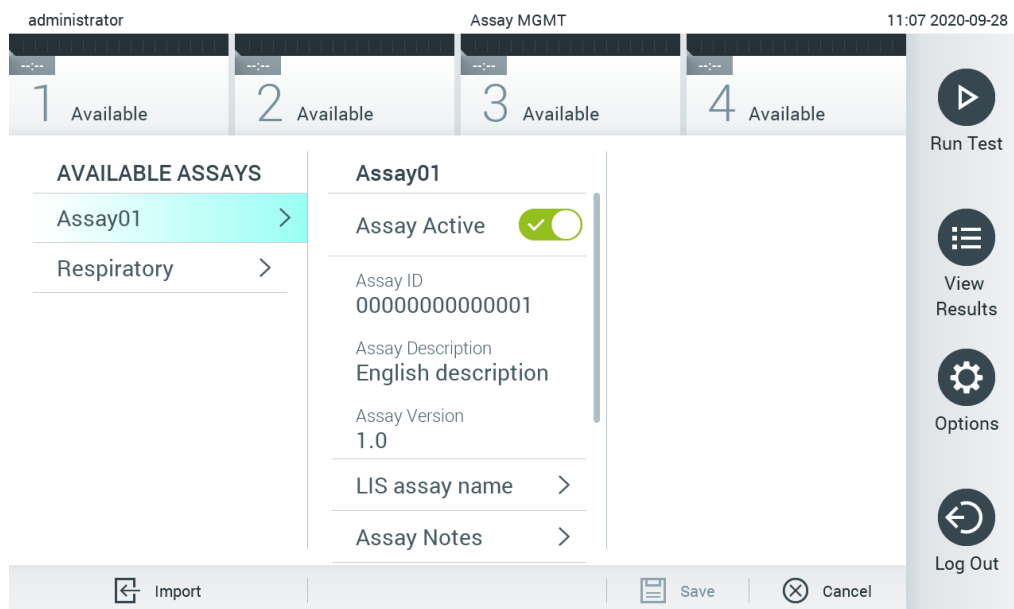

Рис. 61. Активирование тест-системы.
7. Для активации тест-системы необходимо выбрать пункт «Assay Active» (Тест-система активна) (рис. 61).